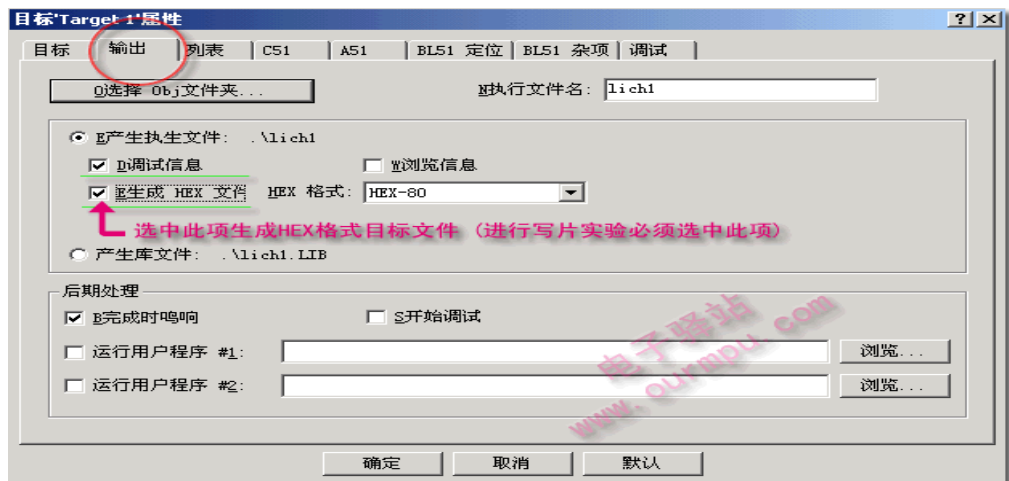

图 16: 工程输出设置
2、工程输出设置。该页面设置如下图 16 所示。注意：如果要进行单片机写片实验，则一定要把“E 生成 HEX 文件”选项选中，程序编译后才能生成我们写单片机需要的 HEX 格式目标文件。